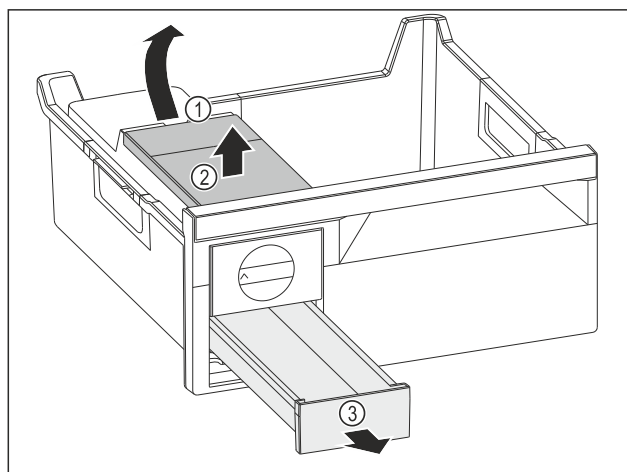

Fig. 119
- Vyjmutí nádržky na vodu: Zvedněte nádržku na vodu za vybrání Fig. 119 (1).
- Nádržku na vodu Fig. 119 (2) vyjměte nahoru.
- Zásuvku na kostky ledu Fig. 119 (3) vyjměte dopředu.